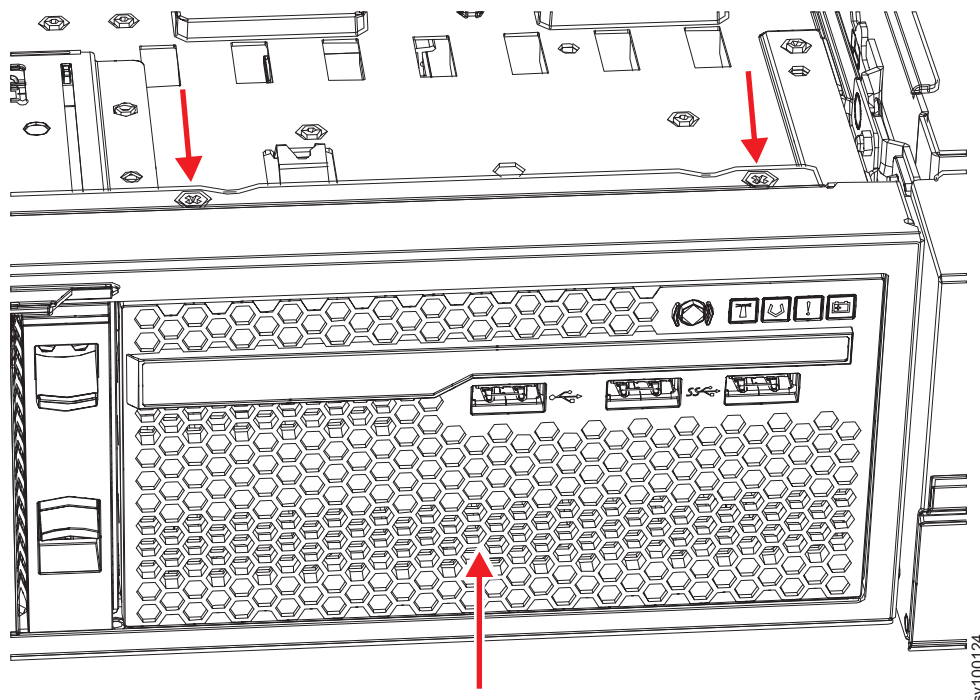

Figura 163. Substituindo o Painel de Informações do Operador do 2145-SV1
2. Na parte frontal do nó, deslize o painel de informações do operador para dentro do nó até que ele se encaixe no lugar, conforma mostrado na Figura 163 na página 197.